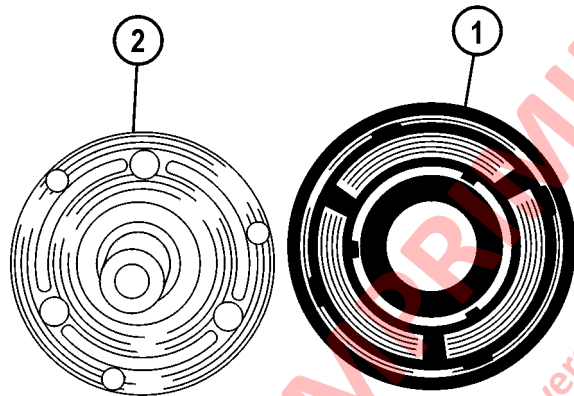

FIGURA 4-21.
6. Inspeccione las superficies de fricción en el cubo del embrague (1, Figura 4-21) y la polea (2). Es normal encontrar marcas en la superficie de fricción. NO reemplace estos componentes solo por esta condición.